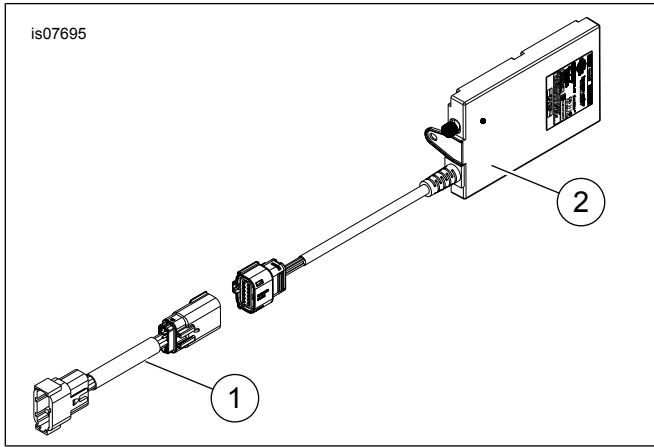

Figura 3. Parti di ricambio: Kit radio CB
Vedere Figura 3 e Tabella 1.
- b. Vedere Figura 3. Collegare il modulo CB (2) al cablaggio del modulo CB (1), come mostrato.